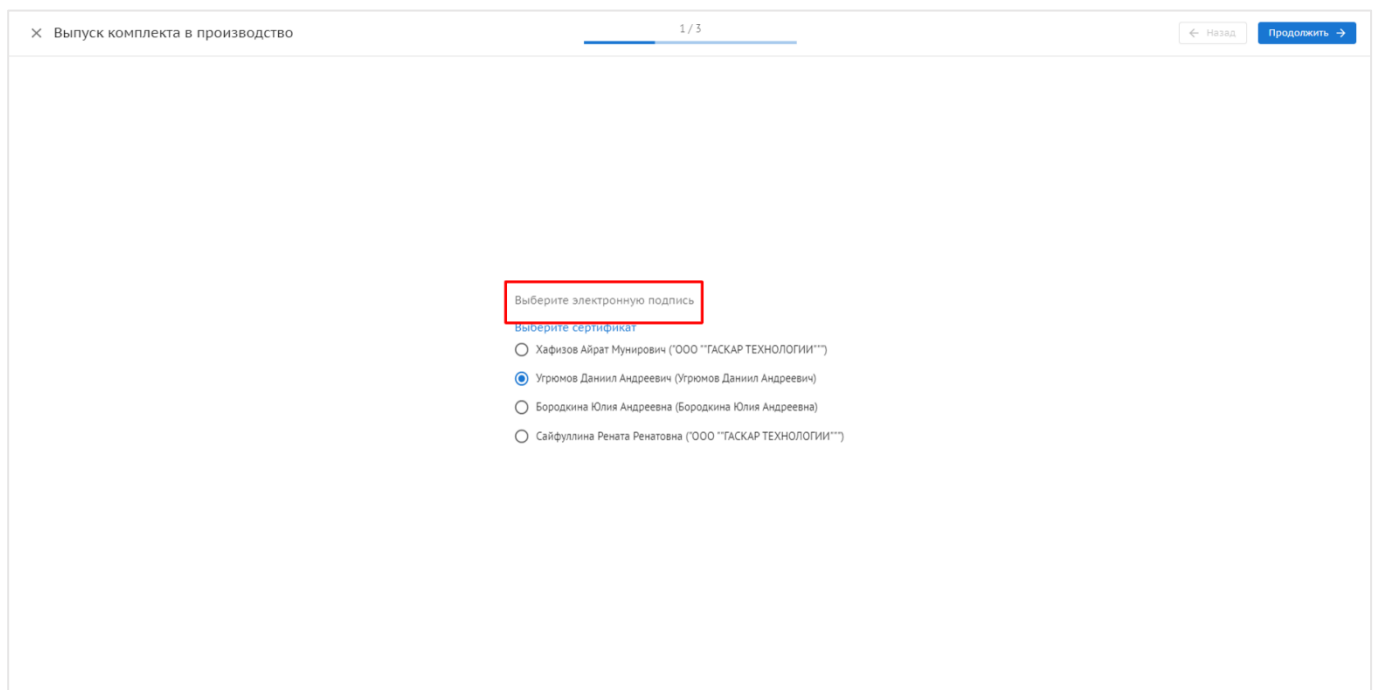

Рис. 40 - Выбор подписи при выпуске в производство
2. Подтвердить доступ веб-сайта к операциям с ключами, выбрать сертификат и нажать «Продолжить» (рис. 40);